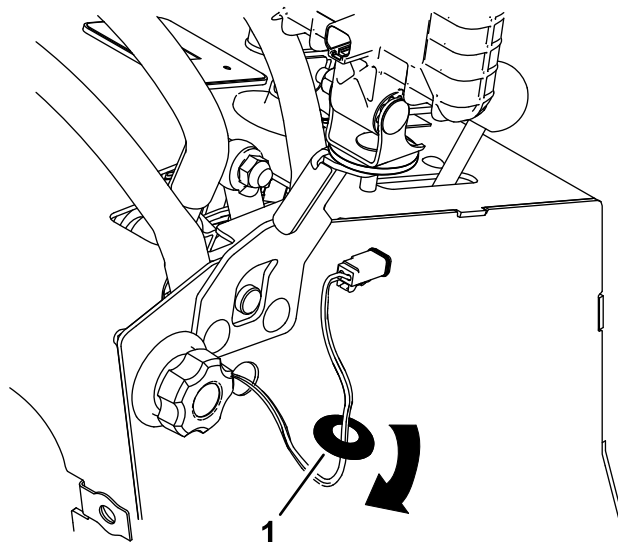

Figure 6
6. Poussez le connecteur d'éclairage droit dans le trou que vous avez percé sur le côté droit de la machine. Glissez le passe-câble par dessus le connecteur, faites-le descendre le long du faisceau et fixez-le dans le trou (Figure 6). Répétez la procédure pour le connecteur de faisceau gauche sur le côté gauche de la machine.